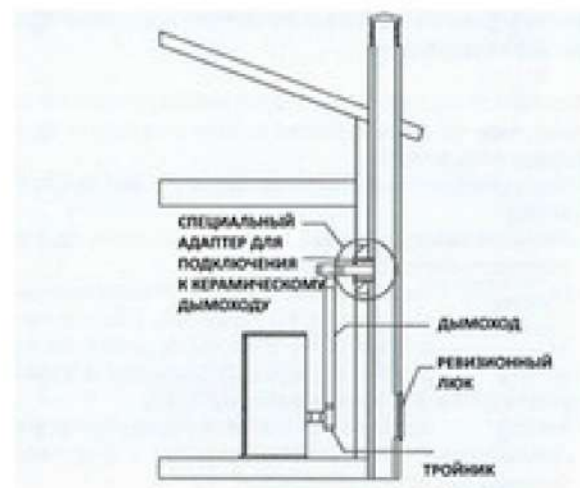

Рисунок 12
- Если вы хотите использовать существующий дымоход, настоятельно рекомендуется, чтобы профессиональный трубач проверил его на полную герметичность (рис. 12). Причина этого в том, что дым из-за небольшого давления может